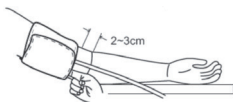

Fig. 6
- Placez le brassard sur votre bras nu, environ 1-2 cm au-dessus du coude. (s. fig. 6)
- Le brassard doit être appliqué ni trop lâche ni trop serré, si large entre le brassard et le bras comme un doigt possède un espace dédié (s. Fig. 6)